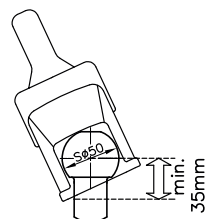
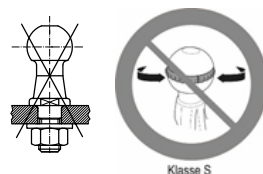

Figura 1
Figura 2
1.3 El enganche esférico de tracción WS 3000/3500 sólo puede ser utilizado conjuntamente con esferas de enganche según DIN 74058 / ISO 1103, cuando el cuello de la esfera en **una zona de 35 mm está libre de elementos adosados**. (Figura 1) (en lugar de 32 mm según DIN 74058 / ISO 1103). Un empleo de WS 3000/3500 en combinación con pernos esféricos con fijación atornillada sin un aseguramiento adicional de unión por fuerza, no está homologado. (Figura 2) Con el dispositivo de estabilización conectado, durante el servicio de conducción, la palanca de mando debe estar libre de piezas del vehículo o de adosados, esto es, al introducir la barra de tracción y movimiento giratorio simultáneo del WS 3000/3500 no se puede producir una colisión con la palanca del freno de mano u otras piezas adosadas. (Figura 5) Se deben observar asimismo las instrucciones de manejo o bien las indicaciones del fabricante del freno de retención.